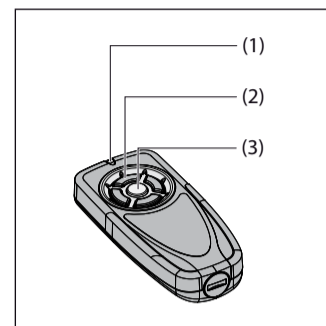
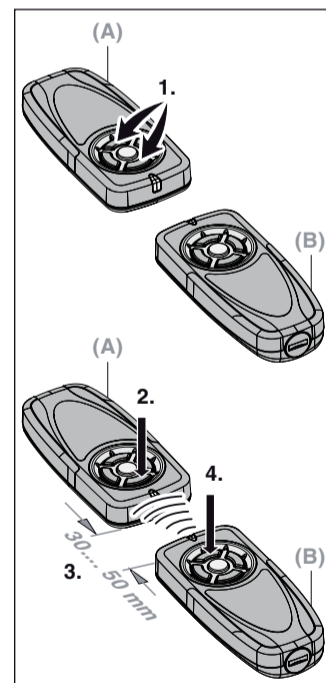

Fig. 1
Fig. 3
2 Device description (Fig. 1)
4.2 Using the hand transmitter (Fig. 1)
- ▶ Press button (2) on the hand transmitter. The function assigned to the button (e.g. open/close door) will be carried out.
4.3 Copying a button function (Fig. 3)
2 Description de l'appareil (fig. 1)
4.2 Utilisation de l'émetteur (fig. 1)
- ▶ Appuyez sur la touche (2) de l'émetteur. La fonction liée à cette touche (par exemple ouverture / fermeture de la porte) s'exécute.
4.3 Copie d'une fonction de touche (fig. 3)
(Handsenderübersicht siehe Fig.1)
(for a hand transmitter overview, see Fig.1)